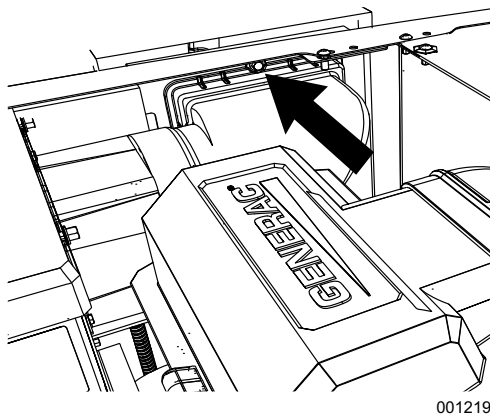

Figura 4-4. Retiro del tornillo del filtro de AVR
2. Vea Figura 4-4. Retire las pinzas de la cubierta (A) y la cubierta del depurador de aire (B).
1. Vea Figura 4-4. Retire el tornillo para liberar la carcasa del filtro de AVR del panel trasero.
2. Vea Figura 4-4. Retire el tornillo para liberar la carcasa del filtro de AVR del panel trasero. Retire la carcasa del filtro de AVR.